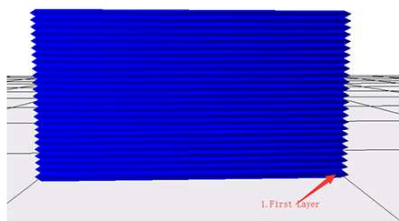
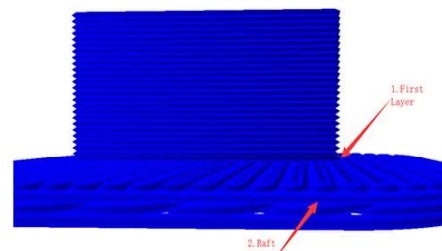
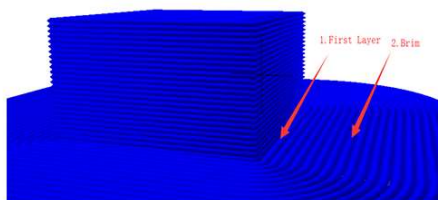
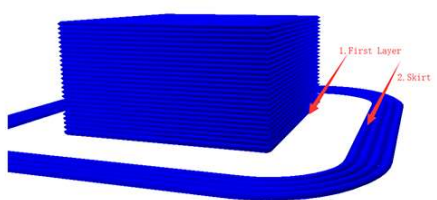

图 11
图 12
图 13
图 14
7.初始层速度（单位mm/s）：即模型第一层的打印速度，如图 11、图 12、图 13、图 14中的序号1的部分即为模型的第一层，初始层速度即为这些部分的打印速度。**建议速度为：10-35mm/s。**